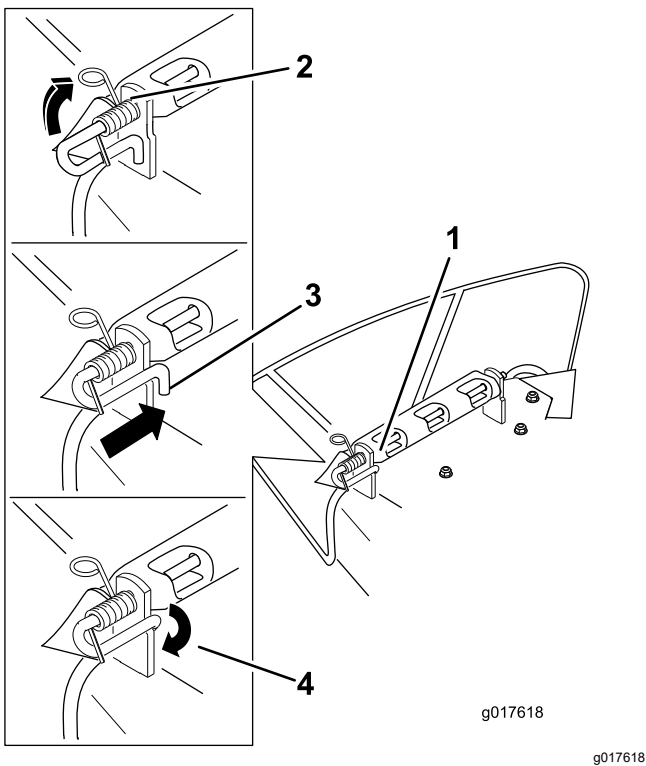

Figura 67
3. Coloque el nuevo deflector de descarga con los extremos de los soportes entre los soportes soldados de la carcasa, según se muestra en Figura 67.
5. Coloque el muelle en la varilla según se muestra en Figura 67, de manera que el extremo corto del muelle suba desde debajo de la varilla antes de la curva y pase por encima de la varilla después de la curva.
6. Levante el extremo del muelle que tiene bucle y colóquelo en la muesca del soporte del deflector (Figura 67).
7. Fije el conjunto de varilla y muelle torciéndolo de manera que el extremo corto de la varilla pueda colocarse detrás del soporte delantero que está soldado a la carcasa (Figura 67).